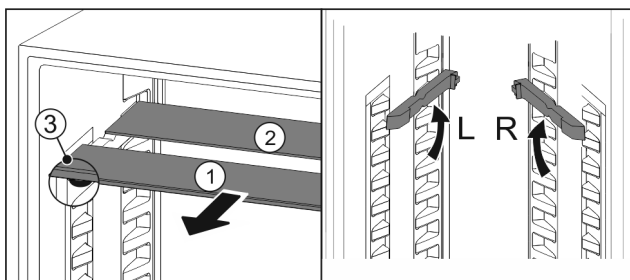

Fig. 50
- ▶ Izvucite Fig. 50 (1) staklene ploče jednu po jednu prema naprijed.
- ▷ Staklena ploča Fig. 50 (1) s ukrasnom letvicom nalazi se sprijeda.
- ▷ Zaustavljači Fig. 50 (3) su usmjereni prema dolje.